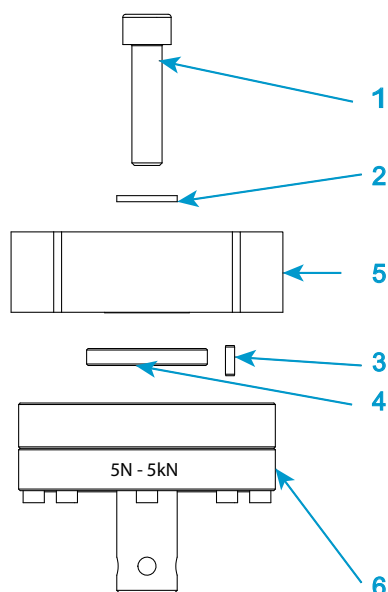

Figura 17. Installazione di una cella di carico serie 2530 - capacità da 5 N a 5 kN
Legenda per Figura 17
1. Fare riferimento a Figura 17 a pagina 91 e alla relativa leggenda associata.